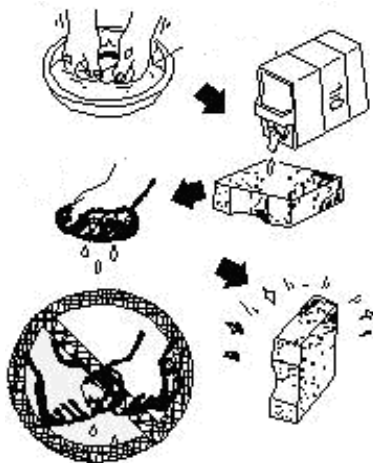

Рисунок 14
3. Тщательно отожмите фильтр, удалив излишки масла (рис.14).